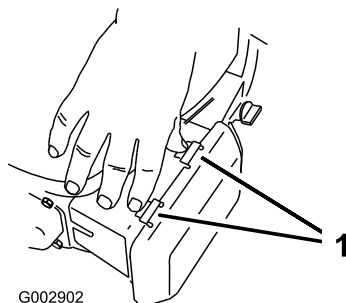

Figure 17
1. Appuyez sur les languettes de verrouillage en haut du couvercle du filtre à air (Figure 17).